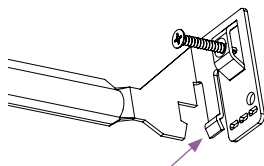

fig. 4
- Sólo cielorraso de rejilla en T: Doble las pestañas de las barras de colgado para bloquearlas a la rejilla en T (consulte la fig. 4).